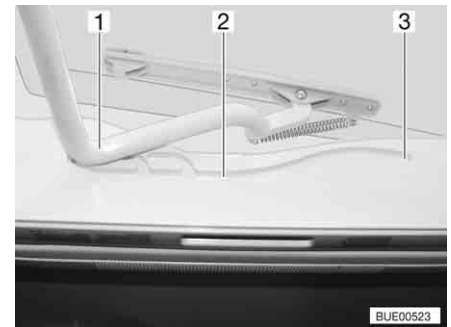

Fig. 77 Oblò Heki, guida
- Tirare la staffa (Fig. 77,1) nelle guide (Fig. 77,2) fino alla posizione più all'indietro (Fig. 77,3).
- Spingere la staffa (Fig. 77,1) leggermente verso l'alto con ambedue le mani.
- Tirare la staffa nelle guide (Fig. 77,2) fino alla posizione desiderata.